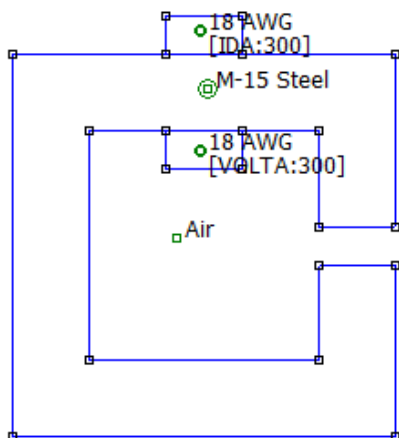

Fig. 1 - Estrutura Mecânica
5. **Características Magnéticas:** Selecione a opção . Coloque duas etiquetas na região da bobina, uma no ar, e uma no material magnético (veja Fig. 1). Após inseri-las no desenho, as etiquetas podem ser definidas por um clique no botão direito do mouse, seguido de <ESPAÇO> .